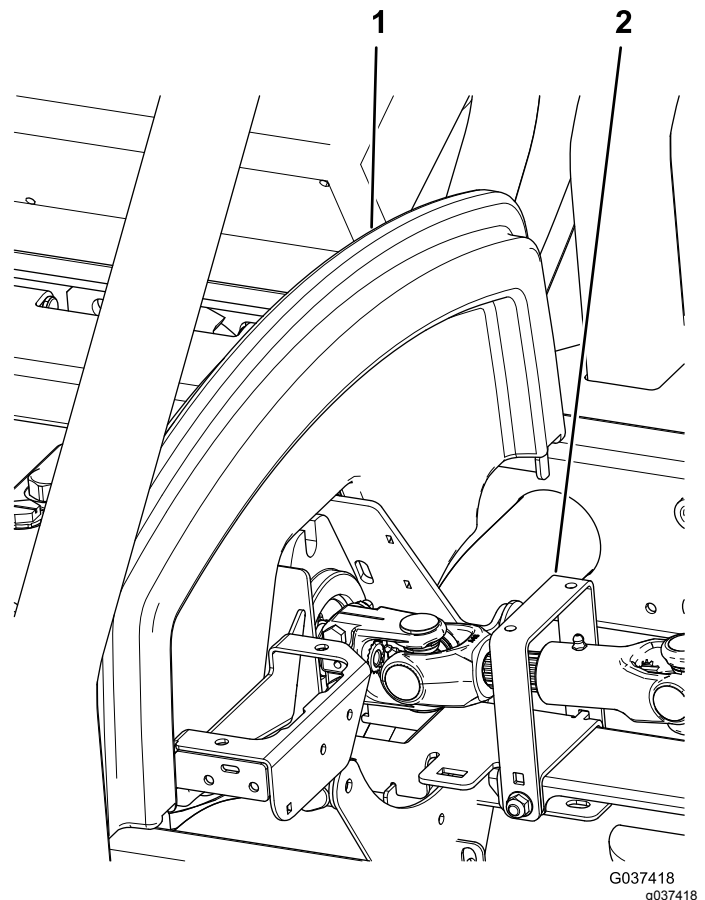

Figura 1
2. Levante el asiento, abra el capó y retire el soporte del capó (Figura 1).
3. Retire el protector del tren de transmisión (Figura 1).
16. Instale el protector del tren de transmisión (Figura 1).
17. Instale el soporte del capó y baje el asiento (Figura 1).